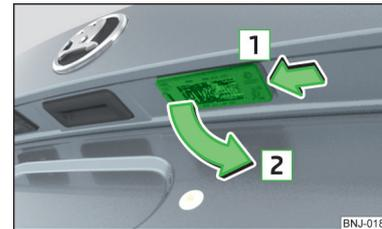

Abb. 193 Kennzeichenleuchte ausbauen
- Die Leuchte in Pfeilrichtung **1** » Abb. 193 eindrücken.